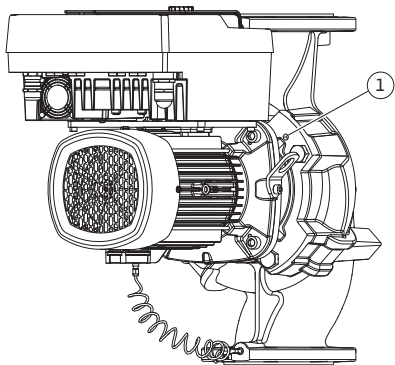
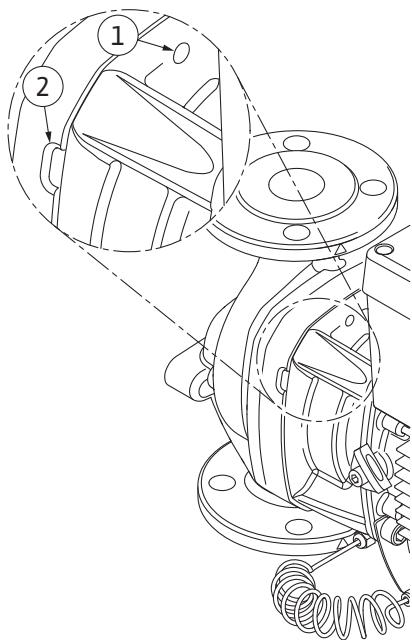

Fig. 108: Trykke av motor-løpehjulsenheten via gjengehull
Fig. 109: Gjengehull og spor for å trykke av motor-løpehjulsenhet fra pumpehuset
11. Løsne skruen (Fig. I/III, pos. 10, Fig. II/IV, pos. 29) som holder holdeplaten til differansetrykk giveren. Trekk differansetrykk giveren (Fig. I, pos. 8) med holdeplaten til siden, og la dem henge på trykkmåleledningene (Fig. I, pos. 7). Koble fra tilkoblingskabelen til DDG i elektronikkmodulen, eller løsne og trekk av tilkoblingskabelen på pluggforbindelsen.
12. Løsne skruene pos. 29 for pumpetype (Fig. III, IV). Bruk de to gjengehullene (Fig. 108, pos. 1) ved siden av og egnede skruer som er klargjort på monteringsstedet (f.eks. M10 x 25 mm). Trekk av motor-løpehjulsenheten fra pumpehuset. For pumpetype (Fig. I og Fig. II): Bruk de to gjengehullene M10 (se Fig. 108) og egnede skruer som er klargjort på monteringsstedet (f.eks. M10 x 20 mm). Sporene (Fig. 109, pos. 2) kan også brukes til avtrekking. Plasser f.eks. to skrutrekkere og bruk dem som spak. Etter at den har blitt trykket ut ca. 15 mm, føres ikke motor-løpehjulsenhet lenger i pumpehuset.